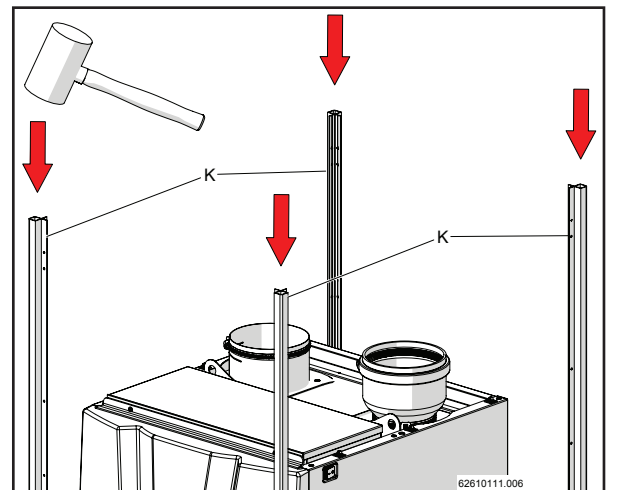

Figure 15-40
- 5.- Appliquer les quatre tubulaires "K" en correspondance des broches sur le cadre inférieur "J" en utilisant un marteau caoutchouté (figures 15-40 et 15-41).